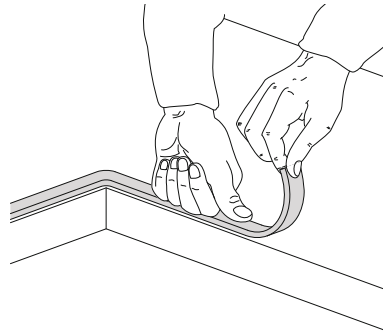

Fig. 4: Posicionamento da garnição isolante
- Posicionar cuidadosamente a garnição isolante fornecida de série no perímetro externo do furo efetuado no plano do top e aderí-la em toda a sua superfície, pressionando-a levemente com as mãos (Fig. 4).